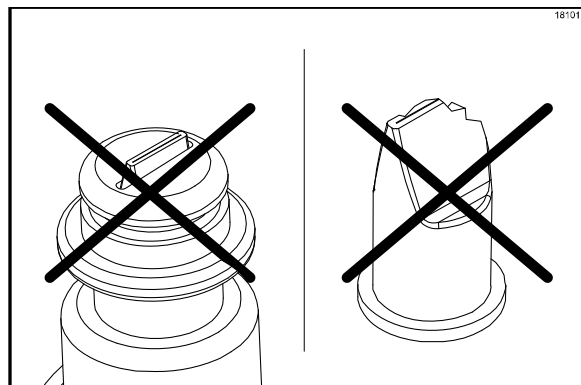

Рисунок 30
**Примечание:** замените клапан с плоской головкой, если он поврежден или растянулся за пределы паза наконечника фитинга. (См. рис. 30)